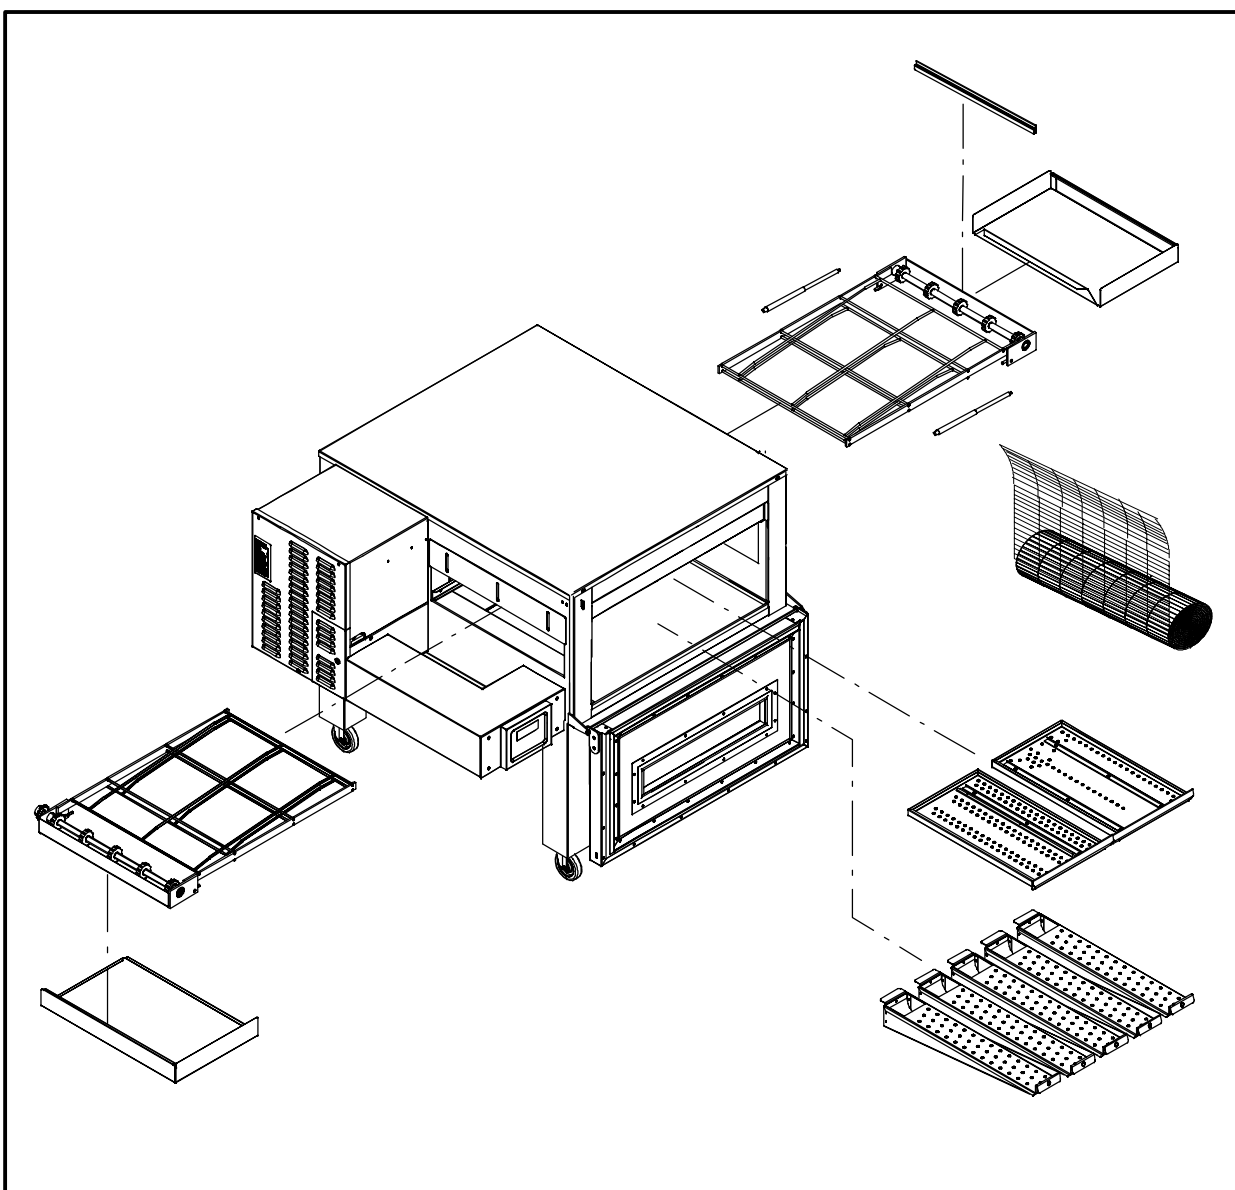

Figure 22
- c.) À partir d'une extrémité, glissez la courroie pour la sortir. Assurez-vous de rouler la courroie tel qu'indiqué dans la Figure 22. Autrement, la courroie sera à l'envers lorsque vous voudrez la rentrer de nouveau.